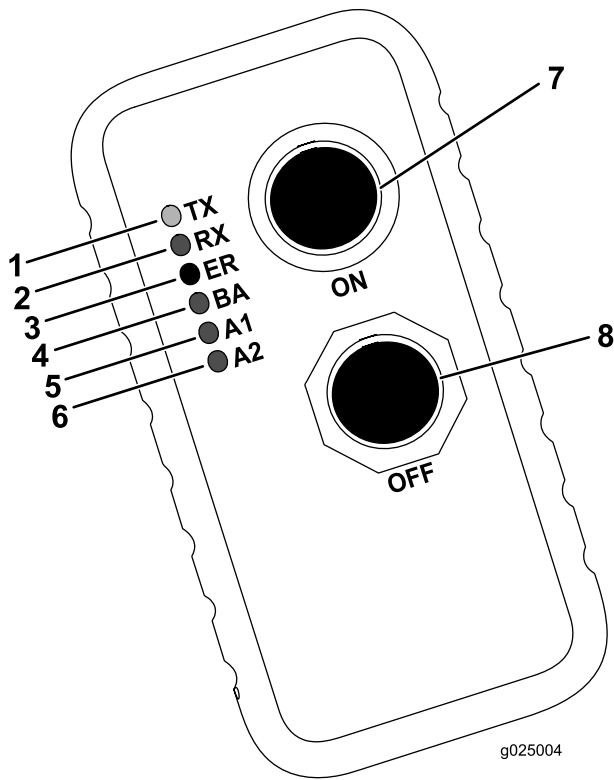

Figura 58
La tabla siguiente indica los diferentes estados de los indicadores del transmisor portátil (Figura 58) y su significado:
4. Pulse y mantenga pulsados simultáneamente los botones de Encendido y Apagado (Figura 58).
5. Mantenga pulsados los botones de Encendido y Apagado hasta que el indicador verde de transmisión (TX) empiece a parpadear (Figura 58).
6. Encienda la máquina sin dejar de pulsar los botones de Encendido y Apagado (Figura 58).
7. Suelte los botones de Encendido y Apagado (Figura 58).